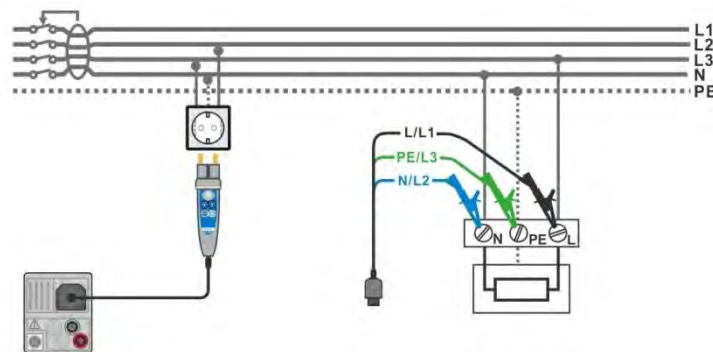

Abbildung 8.7: AUTO TN (RCD) Messung
- › Schließen Sie die Prüfleitungen oder den Commander Prüfstecker am Prüfling an, siehe **Abbildung 8.7**.